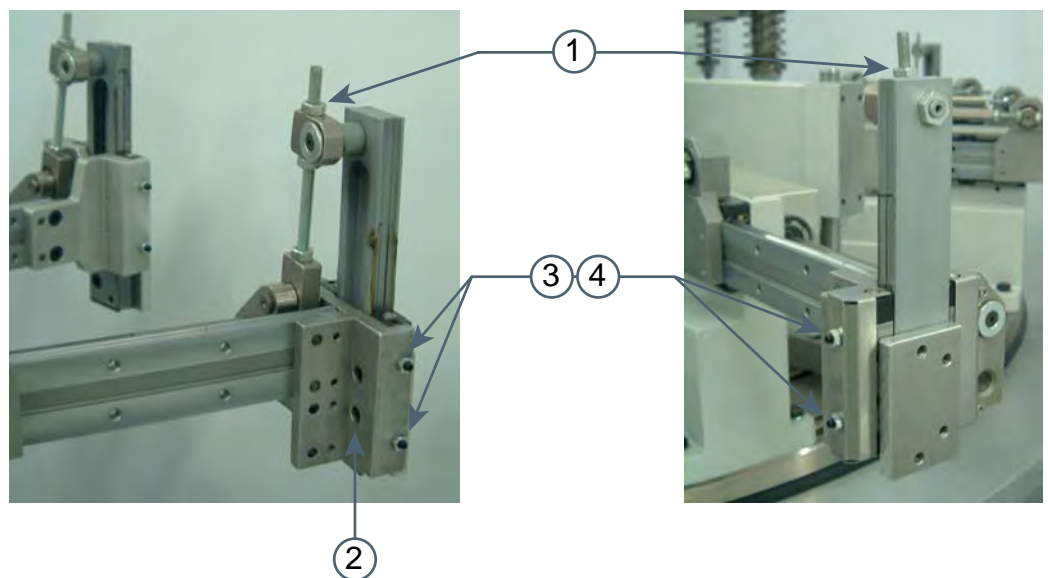

Abb. 18: Vertikalführung justieren
- (1) Feststellmutter
- (2) Zwei Befestigungsschrauben
- (3) Kontermutter
- (4) Einstellschrauben
- ① Umbau der Hublage an der Vertikalachse von der unteren Stellung (siehe Abbildung 18 auf Seite 37) in die obere Stellung nach Rücksprache mit WEISS GmbH.